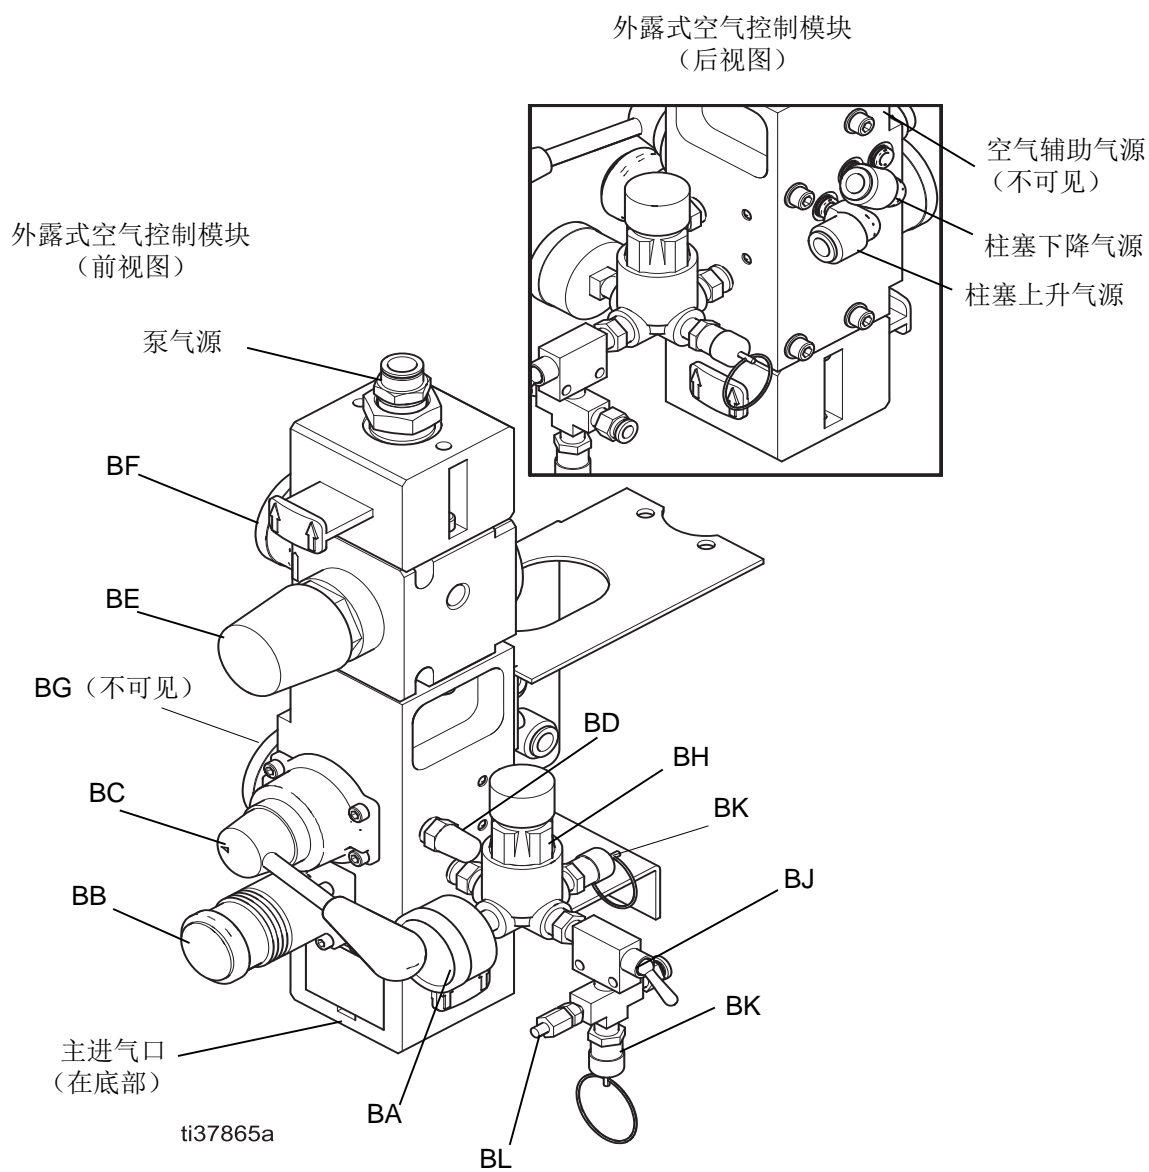

图 2: 外露式空气控制模块
- H 外露式空气控制器 (参见图 2)
参见图 2。外露式空气控制器上的进气口尺寸为 3/4 npt(f)。集成空气控制器包括：
- 密封件放气阀 **(BL)**：需要时释放充气密封件中的空气以适应料桶渐变的直径。有关外露式空气控制模块的内容参见图 2。
1. 关闭空气马达滑阀 (BF)。参见图 2。
2. 将柱塞导向空气调节器调回到零位。将柱塞导向开关 / 阀 (BC) 调至 "下降" 位置。柱塞将缓慢下降。
4. 关闭充气密封件开关 (BJ)。
6. 关闭主空气阀 (BA)。